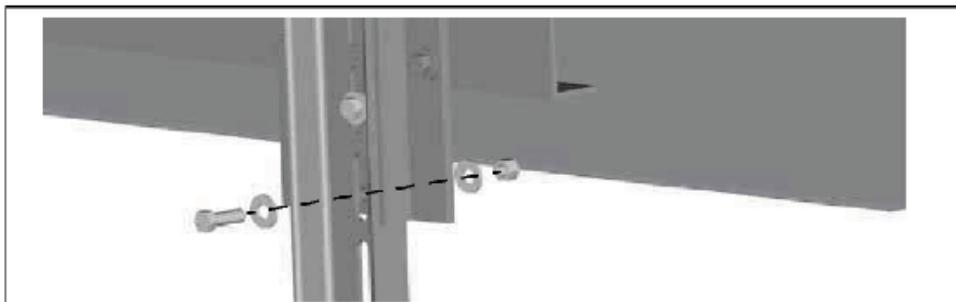

Fig. 7: Fijación del marco de instalación
8. Fije el marco de instalación con tornillos (Fig. 7).